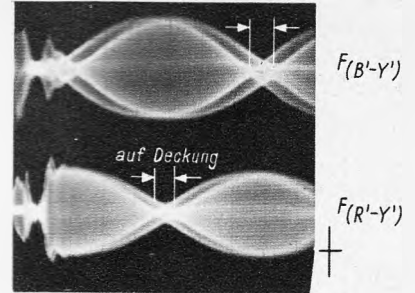

Bild 33c. F_U - und F_V -Signal eines Regenbogengenerators bei falscher Laufzeiteinstellung des Pal-Decoders
4. Laufzeit des verzögerten Signals mit L 315 so einstellen, daß sich die Null-Durchgänge der beiden bei Laufzeitfehlern deutlich sichtbaren Schwingungszüge exakt decken (vgl. Bild 33c).